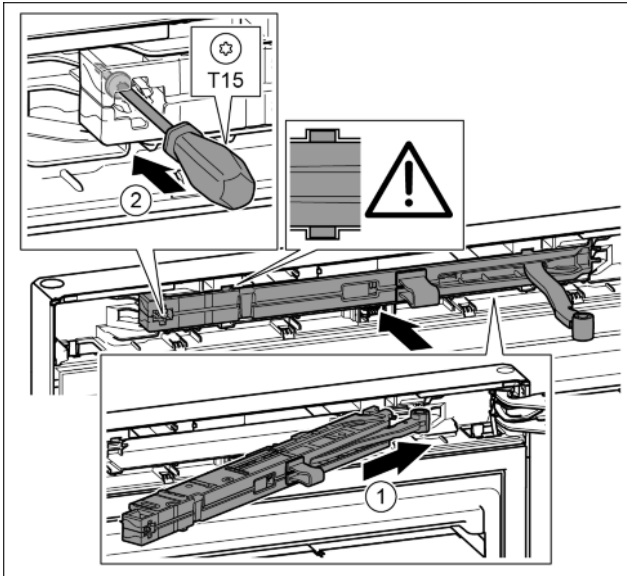

Fig. 23
- ▶ A csapágybak oldaláról ferdén, ütközésig tolja be a zárás-csillapító egységet a mélyedésbe. Fig. 23 (1)
- ▶ Húzza meg a csavart egy T15 csavarhúzóval. Fig. 23 (2)